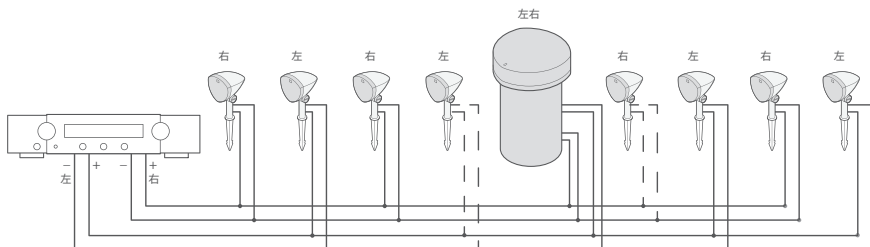

图 6
5. 按照下一页第 6 节“安装卫星扬声器”中的接线说明，将扬声器线穿过沟槽。我们建议为每个扬声器多留 14-16 英寸（约 35-40 厘米）的线缆，这样当沟槽中的土覆盖线缆时，线缆就不会扭曲或拉紧。图 6 显示的是使用立体声放大器的整个系统接线图。
1. 正确连接所有卫星扬声器和低音炮后, 确保关闭放大器/接收器电源。将左/右扬声器线连接到放大器/接收器上匹配的正极 (+) 和负极 (-) 端子 (参见图 6 中的放大器接线图)。